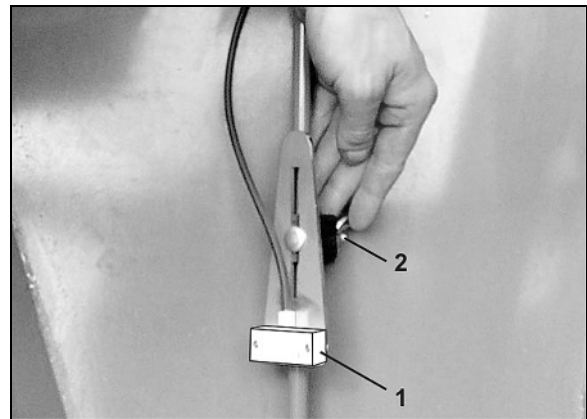

Рис. 86
4. Поверніть і зніміть кришку підшипника (Рис. 86).